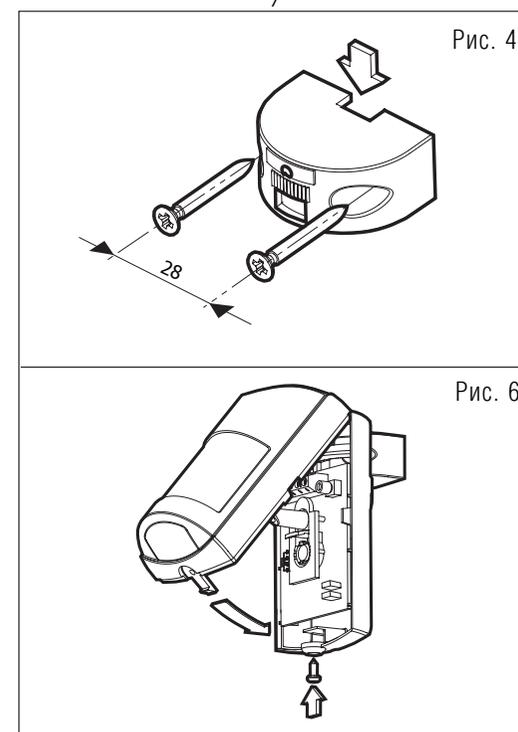

Рис. 6
2. Установить переключатель на контакты «Т» и установить крышку (рис.6). Подать питание на извещатель.